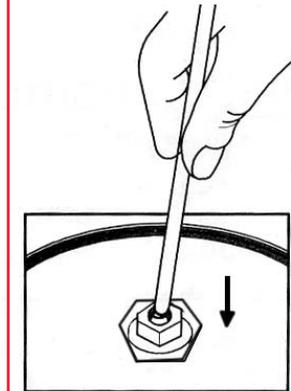

FIG.2a
1. Compruebe el correcto funcionamiento de la válvula de seguridad (21) presionando en el detector de presión con una varilla desde el interior de la tapa, o tirando hacia arriba de la perilla de la válvula. Si el detector cede, es correcto (FIG. 2a y 2b).